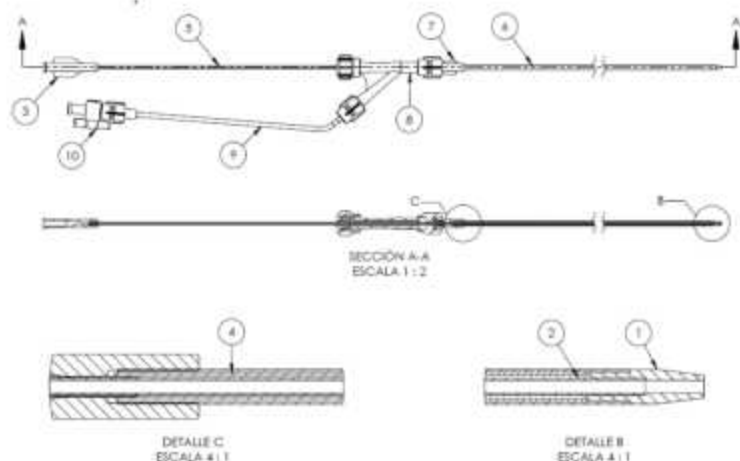

Figura 2. Ilustración del sistema de implantación
Paso 2: Preparaciones para el uso (consulte la figura 2)